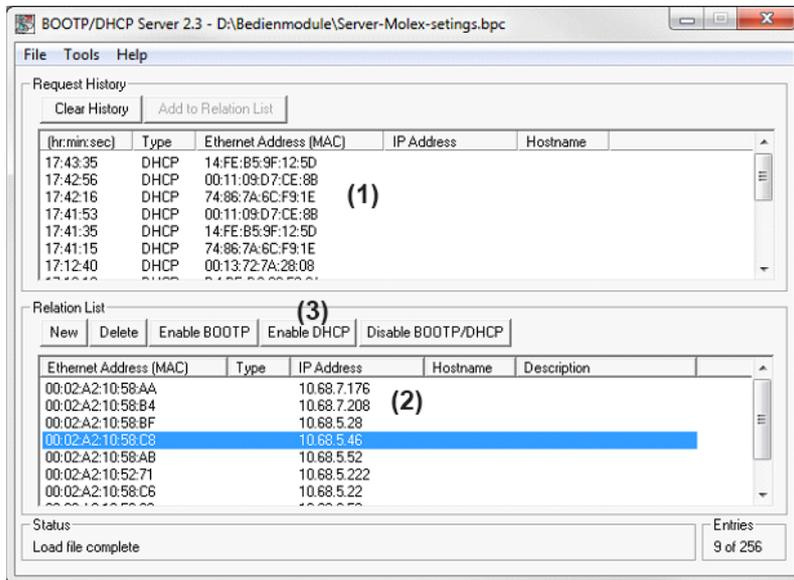

Abb. 6.33: BOOTP/DHCP-Server mit Liste der IP-Adressen
Die vergebenen IP-Adressen werden in der Liste (2) (Relation List) angezeigt. (Abb. 6.33).